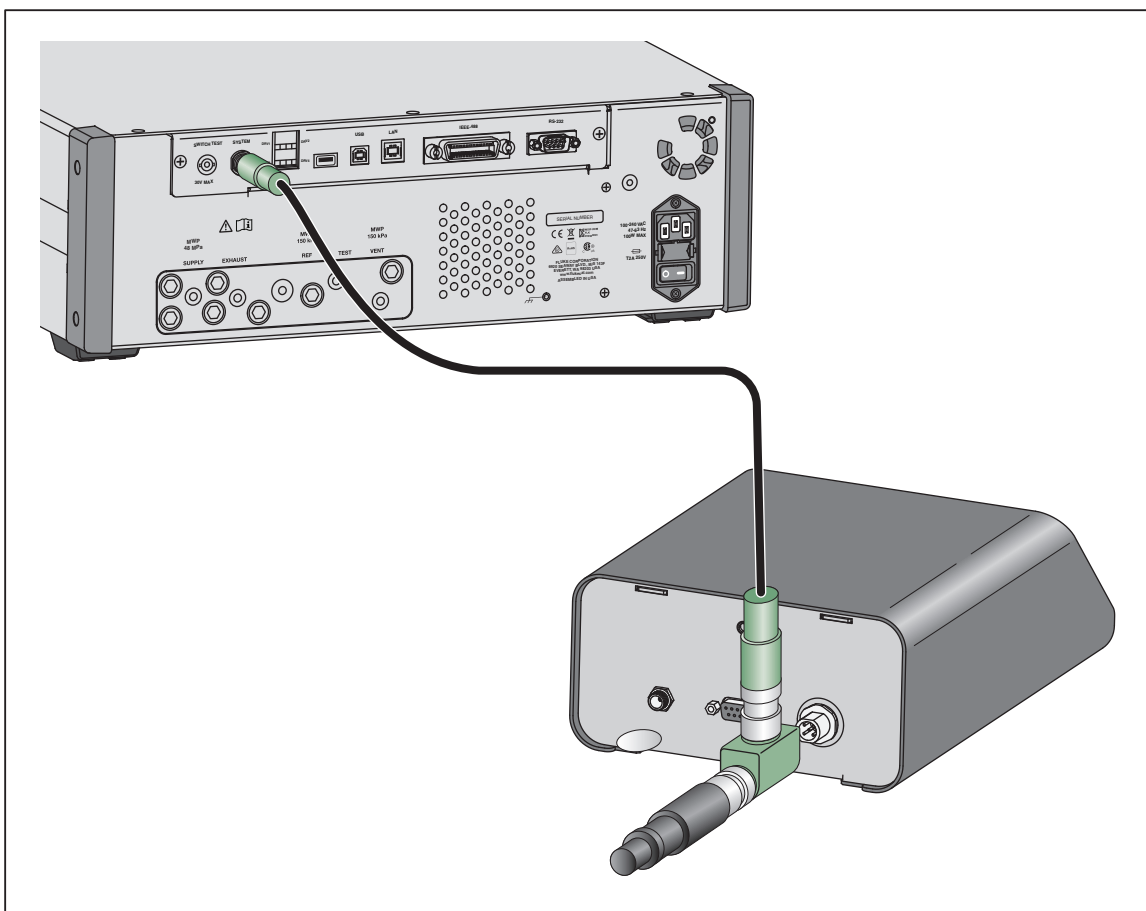

Рисунок 2. Соединения контроллера
1. Подключите кабель шины CAN к док-станции и разъему шины CAN на задней панели контроллера давления. См. Рисунок 2.